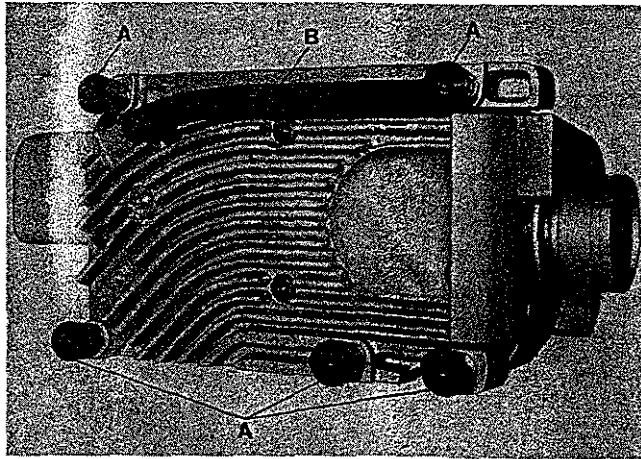

Fig.1
1. After unpacking of sewing machine with accessories and sewing table, insert the five rubber isolators (A, Fig. 1) in the provided holes in the table board and insert the rubber profile (B), as shown, in the base plate of the sewing machine.
1. Nach dem Auspacken von Nähmaschine mit Zubehör und Nähstisch setzen Sie die fünf Gummiisolatoren (A, Fig. 1) in die dafür vorgesehenen Bohrungen in der Nähstischplatte ein und legen den Profilmgummi (B), wie gezeigt, in die Grundplatte der Nähmaschine.